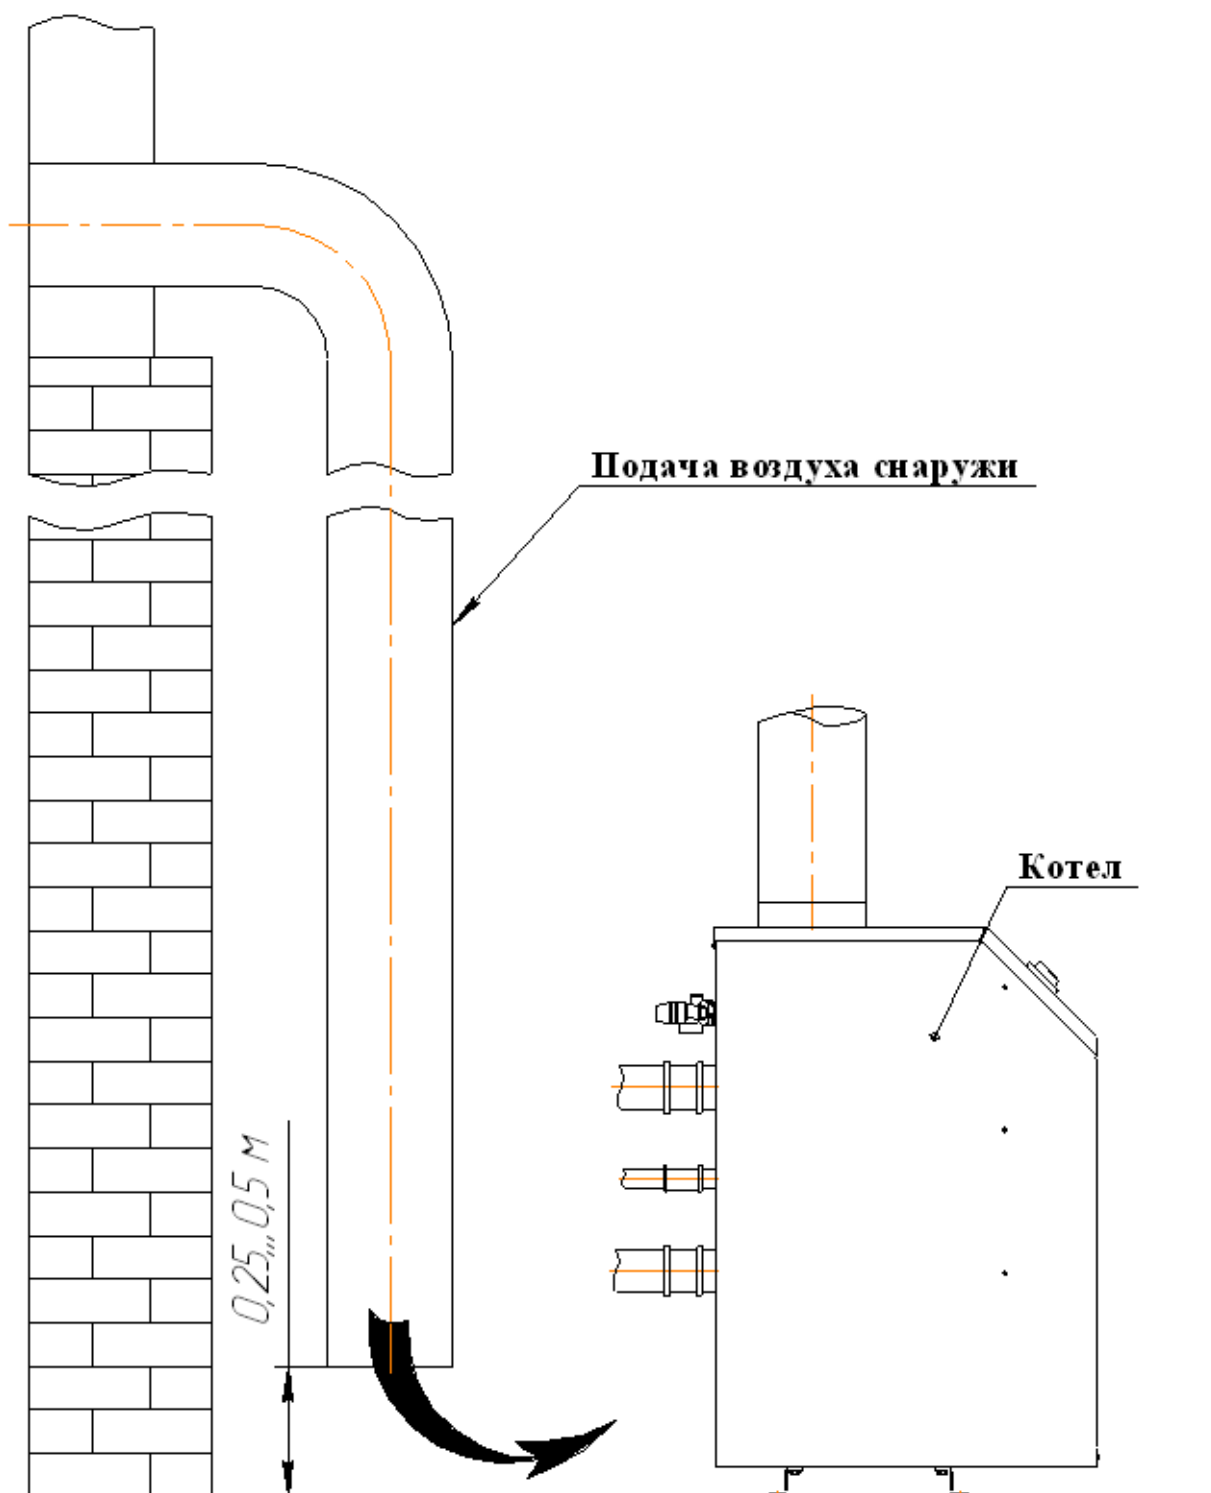

Рис. 8 **Подача воздуха в герметично закрытое помещение.**
5.2 Помещение, где устанавливается котел, обязательно должно иметь свободный доступ воздуха извне и вентиляционную вытяжку у потолка. Необходимый для горения воздух в помещение может поступать через неплотности и щели в окнах, дверях и т.д. Достаточность воздуха, проникающего данным образом в помещение или необходимость устройства специальных каналов (воздуховод, см. рис.8) зависит от конкретного помещения, мощности котла, наличия других приборов-потребителей воздуха /кислорода/. В данном вопросе рекомендуется посоветоваться со специалистами. В любом случае следует руководствоваться следующими нормами: